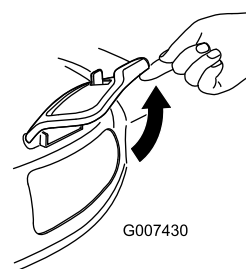

Рисунок 34
2. Поднимите крышку бокового выпускного отверстия, чтобы открыть ее (Рисунок 34).